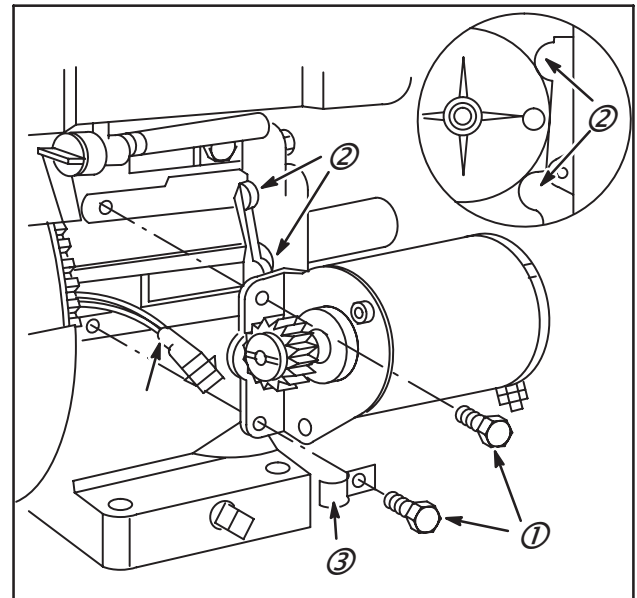

Fig. 75
10. Installer le démarreur sur le moteur et engager les vis de fixation (1). Tout en maintenant le démarreur contre les bossages de positionnement du cylindre (2), Fig. 75, serrer les vis de fixation au couple de 16 Nm. Attache-fil (3).